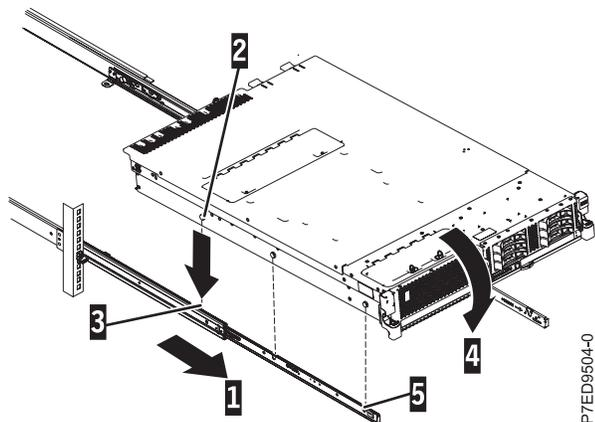

Abbildung 8. Schienen ausgezogen, Nagelköpfe des Servers an den Aussparungen der Schiene ausgerichtet
2. Ziehen Sie die Schienen nach vorne (1), bis sie zweimal einrasten. Heben Sie den Server vorsichtig an und neigen Sie ihn so über die Schienen, dass die hinteren Nagelköpfe (2) am Server an den hinteren Aussparungen (3) an den Schienen ausgerichtet sind. Schieben Sie den Server nach unten, bis die hinteren Nagelköpfe in die beiden hinteren Aussparungen eingreifen, und senken Sie die Vorderseite des Servers (4) ab, bis die anderen Nagelköpfe in die anderen Aussparungen in den Schienen eingreifen. Stellen Sie sicher, dass die vordere Verriegelung (5) über die Nagelköpfe gleitet, wie in Abb. 8 dargestellt.